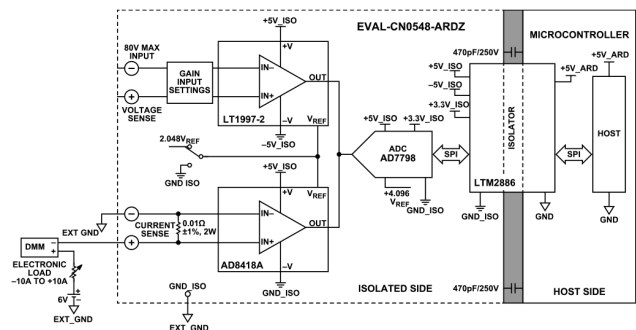
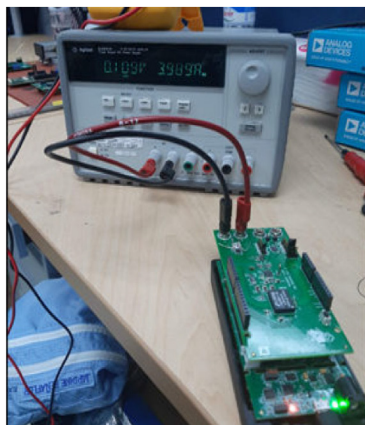

图 17. 电流输入测试设置
图 18. 电流输入测试设置图片
8. 为了进行电流检测测量，如图 17 和图 18 所示连接主直流源的香蕉接头。
EVAL-CN0548-ARDZ 是在单极和双极模式下测试的，按照 100mA 步长，分别扫描 0 A 至 9 A 和 -9 A 至 +9 A 输入电流。如图 17 和图 18 所示，比较 EVAL-CN0548-ARDZ 板的读数 和 Keithley DMM7510 高分辨率 7½ 数字万用表的读数。